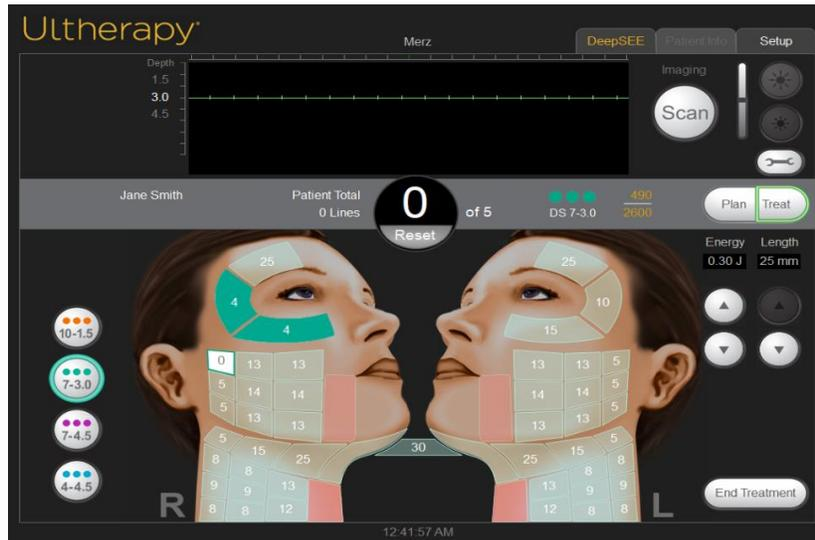

Figura 7.16 - Modo de tratamiento SPT™
2. El usuario puede aumentar o disminuir el nivel de energía usando las flechas hacia arriba y hacia abajo en los botones alternantes Energy (Energía) en el lado derecho de la pantalla a lo largo del tratamiento, como se muestra en la Figura 7.16. El usuario puede ajustar el recuento de líneas de tratamiento, tanto al aumentarlo o reducirlo, según lo considere apropiado para la sesión de tratamiento volviendo al Modo de planificación (consulte la sección 7.3.8).